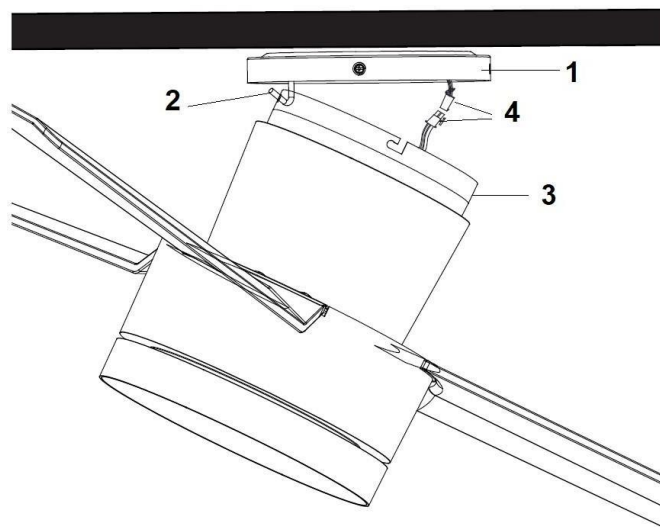

Fig. 5
- Soulevez l'ensemble de ventilateur jusqu'au support de montage (1), laissez le crochet en J (2) du support de montage passer par le trou du capot de suspension (3) et accrochez l'ensemble de ventilateur. Fig. 5
- Raccordez le connecteur mâle et le connecteur femelle (4). Fig. 5